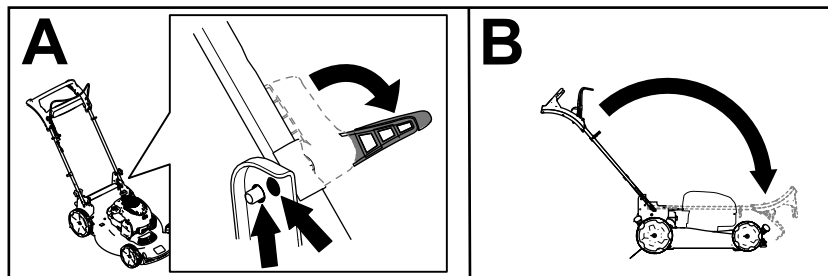

Figure 18
2. Déverrouillez le guidon jusqu'à ce que la moitié supérieure bouge librement (A de Figure 18).
3. Rabattez le guidon complètement en avant (B de Figure 18).